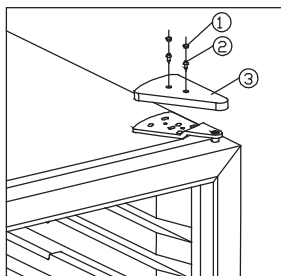
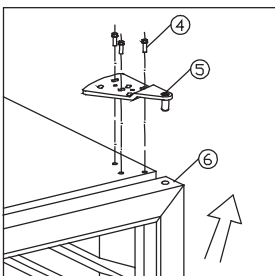
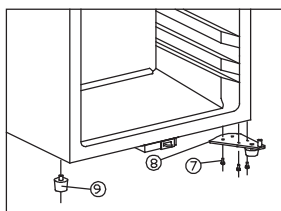
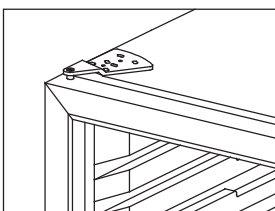

fig. 5.1
fig. 5.2
fig. 5.3
fig. 5.4
- Enlever les bouchons de caoutchouc (1). Voir fig. 5.1.
- Retirez les vis (2) et retirez le cache-charnière (3).
- Retirez les 3 vis (4) qui maintiennent la charnière supérieure et retirez la charnière supérieure (5) en la levant. **SOUTENEZ LA PORTE !** Voir fig. 5.2.
- Retirez la porte (6) en la levant et placez l'armoire sur le dos.
- Retirez les 3 vis (7) qui maintiennent la charnière inférieure (8) . Voir fig. 5.3.
- Démontez pied (9) de l'armoire et remontez-le sur le côté opposé.
- Montez la charnière inférieure sur le côté gauche en utilisant les 3 vis (7).
- Montez la charnière supérieure, le cache-charnière et les bouchons en caoutchouc. Voir fig. 5.4.